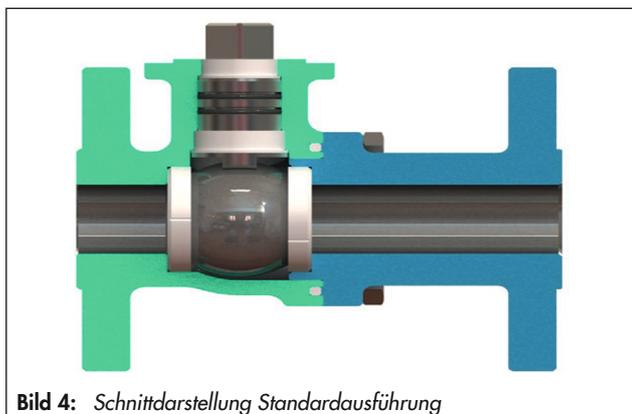
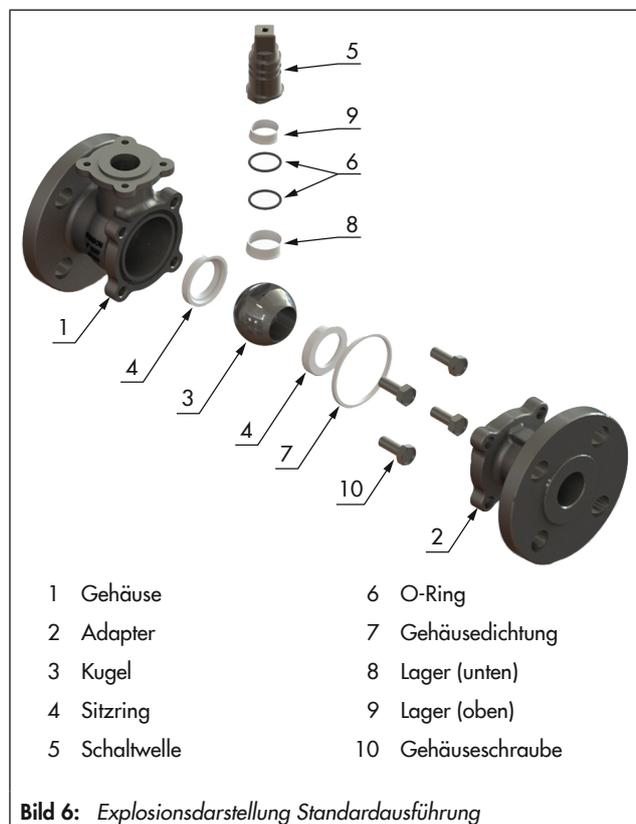

Bild 4: Schnittdarstellung Standardausführung
Bild 6: Explosionsdarstellung Standardausführung
Bei der **Standardausführung** wird die Schaltwelle (5) mittels O-Ringen (6) abgedichtet, vgl. Bild 4 und Bild 6.